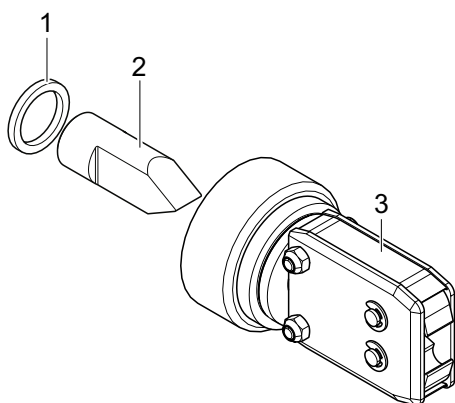

Fig. 30: Set di teste della pinza
- Anello distanziatore (Fig. 30/1)
- Pistoncino (Fig. 30/2)
- Testa della pinza (Fig. 30/3)